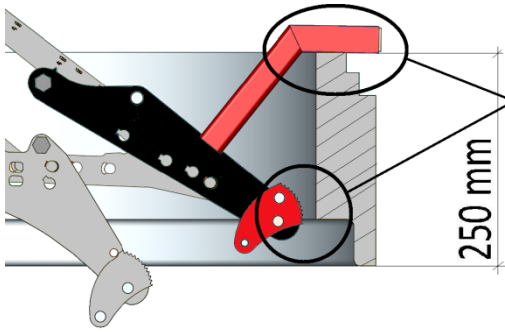

Bild 1
**Das Greifen von Schachtringen (Bauhöhe 250 mm) OHNE oben benanntes Zubehörteil (4400.0079) ist untersagt (→ siehe Bild 1).**
**Bild 1** zeigt einen Schachtring mit einer minimalen Bauhöhe von 250 mm **ohne** „Adaptersatz an Auflage von SVZ-UNI“ (4400.0079).